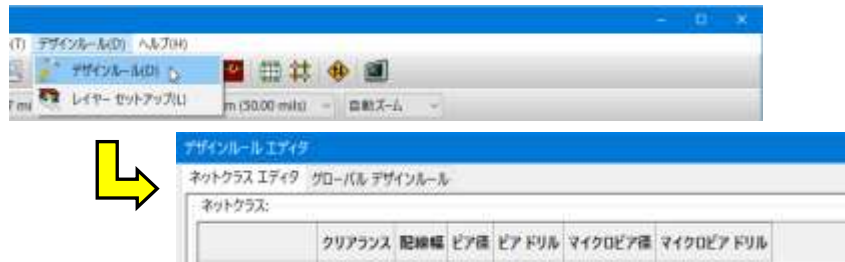

図 10-3
① メニューバー「デザインルール」→「デザインルール」と進みます。図 10-3
② デザインルールエディタが開きます。